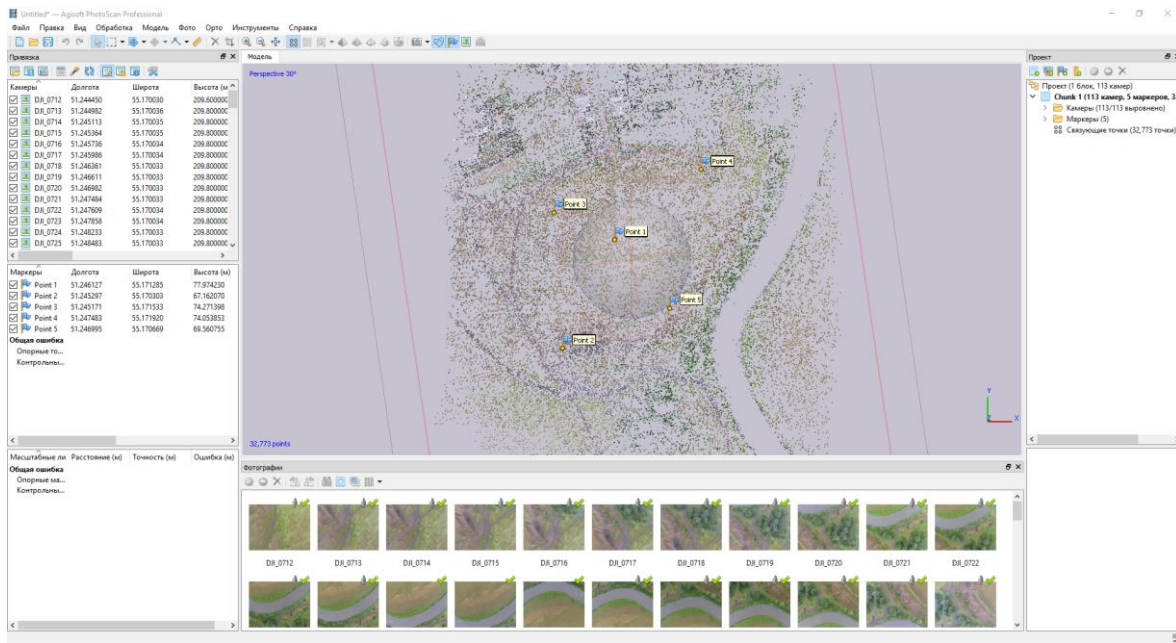

Рисунок 12. Опорные точки и разреженное облако точек
После добавления всех опорных марок, положение последних отобразится на разреженном облаке точек (рис. 12).
4. На следующем этапе необходимо найти на фотографиях все опорные точки. Проще всего это сделать, воспользовавшись *фильтром по маркам*. Для этого, нажав правой клавишей мыши по соответствующей марке в окне *Привязка* необходимо выбрать пункт *Фильтр по маркам*. При применении фильтра в блоке *Фотографии* будут отсортированы все фотографии, в пределах которой может находиться та или иная опорная точка. Необходимо просмотреть каждую выбранную фотографию (двойной клик по фотографии) и уточнить положение центра опорного знака (рис. 12). Положение марки можно уточнять либо перетаскиванием значка в пределах фотографии, либо путем установки конкретной точки в положение курсора путем нажатия правой кнопки мыши и размещения конкретной марки.